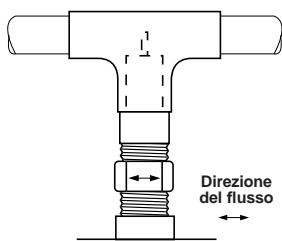
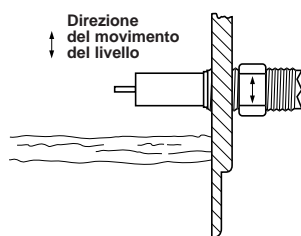

Figura 3a (flusso)
Figura 3b (livello)
3. Assicurarsi che il sensore sia rivolto correttamente nella direzione del flusso (vedere **Figura 3a**) o del livello (vedere **Figura 3b**).